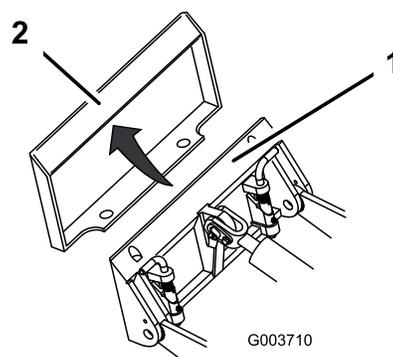

図 9
4. 取り付けプレートをアタッチメント受けプレートの上側にセットする 図 9。